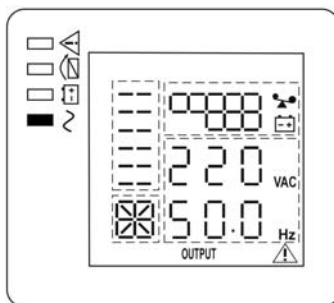

Рисунок 10 — состояние ЖК-дисплея и индикаторов в режиме «ОСНОВНОЙ» (АКБ и нагрузки подключены)
- Включить изделие (см. п.1 таблицы 3). Изделие выполнит автоматическое самотестирование, определит качество входного сетевого напряжения, уровень нагрузки, наличие АКБ и степень ее заряда. Процесс самотестирования сопровождается последовательным включением/выключением всех индикаторов. После самотестирования изделие перейдет в режим «ОСНОВНОЙ» (см. рисунок 10) и продолжит заряд АКБ. Индикатор «BYPASS» погаснет, а индикатор «ИНВЕРТОР» включится (см. рисунок 10).
- Включить нагрузки. Если нагрузок много, необходимо включать их последовательно, одну за другой, на ЖК-дисплее отобразится уровень нагрузки (см. рисунок 10).
Включить изделие (см. п.1 таблицы 3). Изделие выполнит те же действия, что и при работе от сети, за исключением того, что питание нагрузок осуществляется от АКБ. Изделие сразу переходит в режим «РЕЗЕРВ», индикаторы «ИНВЕРТОР» и «АКБ» включаются (см. рисунок 10).
Вновь подать сетевое напряжение. Изделие должно автоматически перейти в режим «ОСНОВНОЙ» (см. рисунок 10), либо в режим «ЭКО», если параметр ECO включён (см. Приложение 2, описание настройки параметров изделия).